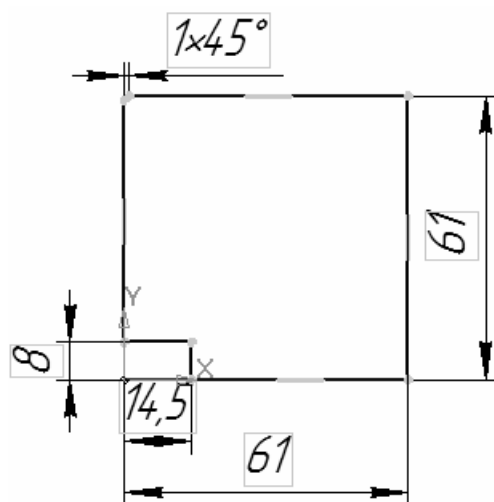

Рис. 7.23. Эскиз основания детали
6. В соответствии с рис. 7.23 постройте эскиз основания детали.